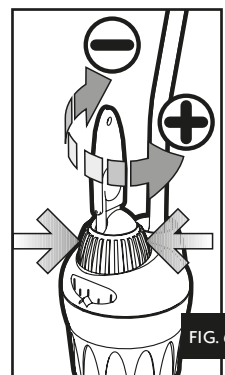

FIG. 6
- d. Tenir le bouton de réglage principal (bleu) avec une main pour éviter à l'échelle de se déplacer de celle-là déjà fixée sur le point de repère et tourner le bouton de post-calibrage (orange) vers + si la valeur de la température que vous avez mesurée est plus basse de celle-là indiquée en correspondance du point de repère, ou vers - en cas la température mesurée est supérieure à celle indiquée par le point de repère (fig. 6). Le bouton de post-étalonnage peut être réglé sur 6 diverses positions, 3 vers le + et 3 vers le -. Chaque position correspond à peu près à 1°C. Si on a réglé le chauffe-eau sur une température de 24° et on mesure 22°C, il suffit de tourner le bouton de post-étalonnage 2 positions vers +.